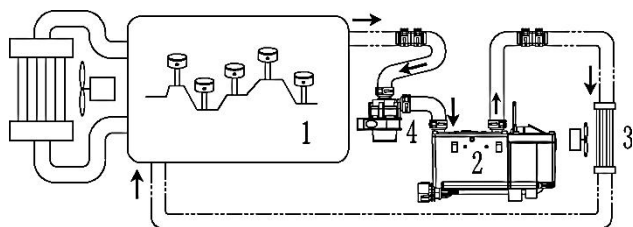

图 7
3.3 冷却液循环系统安装（见示意图 7、8）
3.5.3 燃油液面与油泵之间的高度差以及油泵与主机进油口之间的高度差，会在油路中产生压力（或吸力），所以这些尺寸应符合图 7 要求。